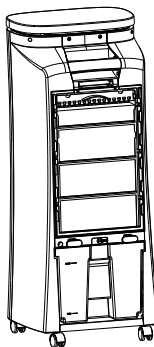

Fig 2
2. Sortez le nid d'abeille et nettoyez-le avec la grille arrière(Fig 2).